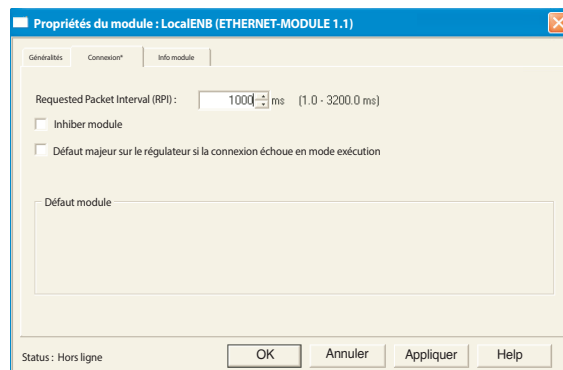

Figure 4.3.21q Page Propriétés du module
7. Dans la page Propriétés du module (figure 4.3.21q), mettez RPI à 1000 et cliquez sur « OK ».